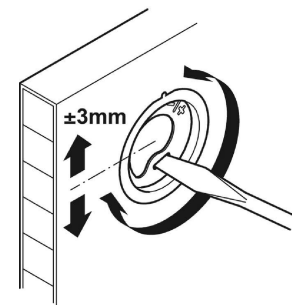

Рис.5
10. Повесьте вешалку на стену. При необходимости выполните регулировку (Рис. 5).